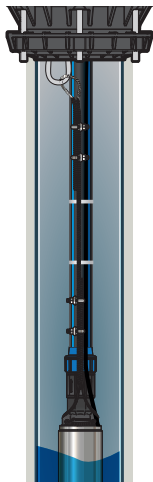

Рисунок 12
7. Погрузите насос в источник воды, придерживая за трос. По достижении требуемой глубины зафиксируйте трос (рисунок 12).